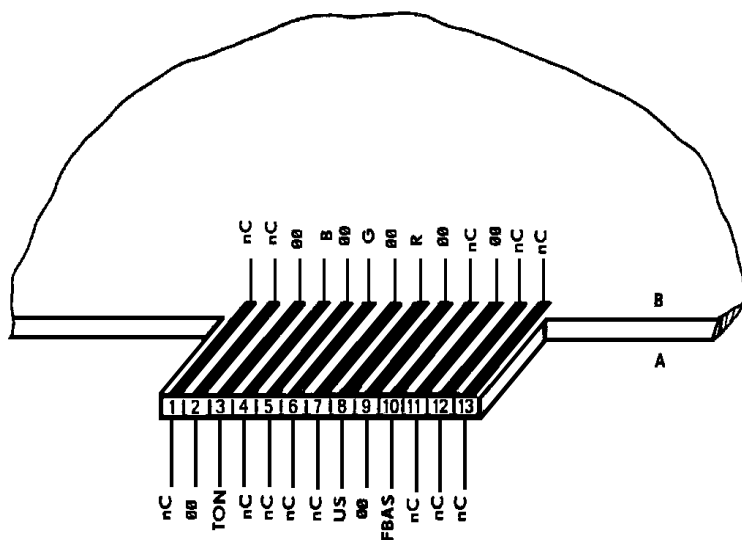

Bild 8: Anschlußbelegung des Steckverbinders TV-RGB
- am Steckverbinder "TV-RGB" (vgl. Bild 8) über das Fernsehgerät mit RGB- oder FBAS-Eingang, einkanalig in 16 Lautstärkestufen (siehe Punkt 1.1.),
Der Steckverbinder (vgl. Bild 8) dient zur Ausgabe des Bild- und Tonsignals wahlweise als RGB- oder FBAS-Signal.